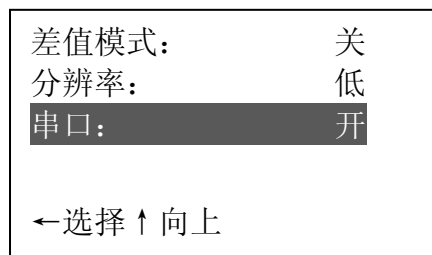

图 40
- d. 用 **↑** 或 **↓** 键选中串口，按 **←** 键循环显示开（打开串口功能）、关（关闭串口功能），这里需打开该功能，如图 40，